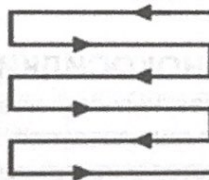

Рис. 18
- Косите рядами, слегка перекрывающимися друг друга. Наиболее эффективным способом стрижки газонов являются прямые линии вдоль одной из сторон. Это позволит сохранить ряды ровными и гарантирует, что весь газон будет подстрижен без пропусков (рис. 18).